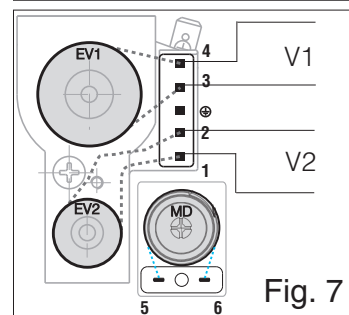

Fig. 7
- Schéma de branchement Fig. 7. Électrovanne EV1 alimentée sur les bornes 3 et 4. Électrovanne EV2 alimentée sur les bornes 1 et 2.